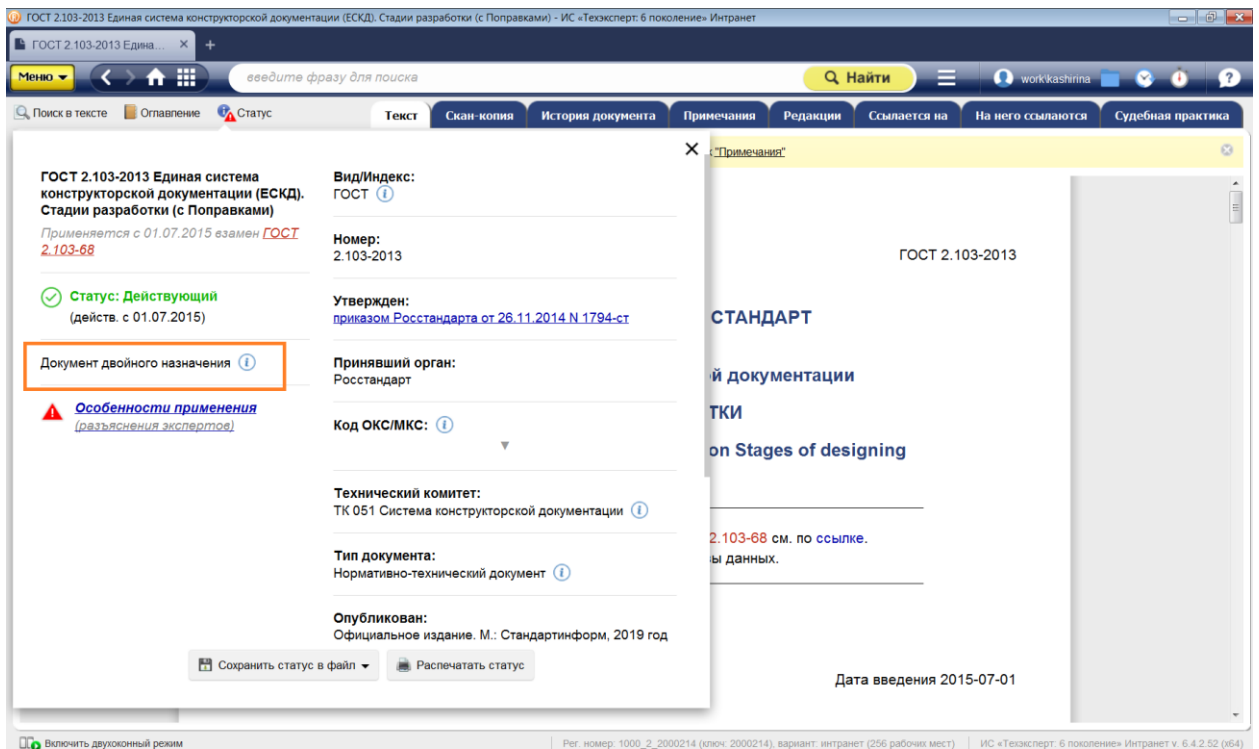

Рис. 28. Ярлык «Статус» документа. Информация о принадлежности к ДСОП
**(4) Импортозамещение** – это тип экономической стратегии и промышленной политики государства, направленных на замену импорта промышленных товаров, пользующихся спросом на внутреннем рынке, товарами национального производства. Одноимённый раздел в системе «Техэксперт: Машиностроительный комплекс» предназначен для: анализа существующего нормативного законодательства, принятого в рамках курса на импортозамещение, а также особенностей импортозамещения в отдельных отраслях промышленности и регионах. В разделе представлена информация о производителях и потребителях импортозамещающей продукции и технологий; материалы о государственной поддержке импортозамещения.
**(5) Бережливое производство** – это подход к управлению организацией, направленный на повышение качества работы за счет сокращения потерь, который распространяется на все аспекты деятельности – от проектирования и производства до сбыта продукции. Одноименный информационный раздел в системе «Машиностроительный комплекс» предназначен для специалистов, которым предстоит внедрять данный подход на предприятии. В разделе представлена справочная информация, консультации и другие необходимые материалы.
**(6) Энергоэффективность** - содержит разнообразные справочные материалы в области энергосбережения и энергоаудита. *Как и в перечисленных выше разделах, «Энергоэффективность» включает в себя ссылки на нормативные и технические документы по данной тематике (в том числе, документы международного законодательства), термины и пр.*
**(7) Устойчивое развитие** содержит подробную справочную информацию со ссылками на нормативные и технические документы по трем составляющим устойчивого развития: экономическое, экологическое и социальное направление.
**(8) Документ двойного назначения** – специализированный сервис, предоставляющий доступ к подборке нормативных документов, которые применяются в оборонной промышленности (сокращенно ДСОП). Некоторое ДСОП могут применяться и в гражданской промышленности, в частности, в сегменте машиностроения. Информация о том, является ли ГОСТ документом двойного назначения, находится в «Статусе» документа (рис. 28)